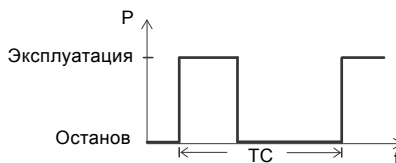

Рис. 9 Режим S3
Режим работы S3 означает серию идентичных рабочих циклов (TC) с постоянной нагрузкой, чередующихся с перерывами в работе. Во время цикла не достигается тепловое равновесие. См. рис. 9.